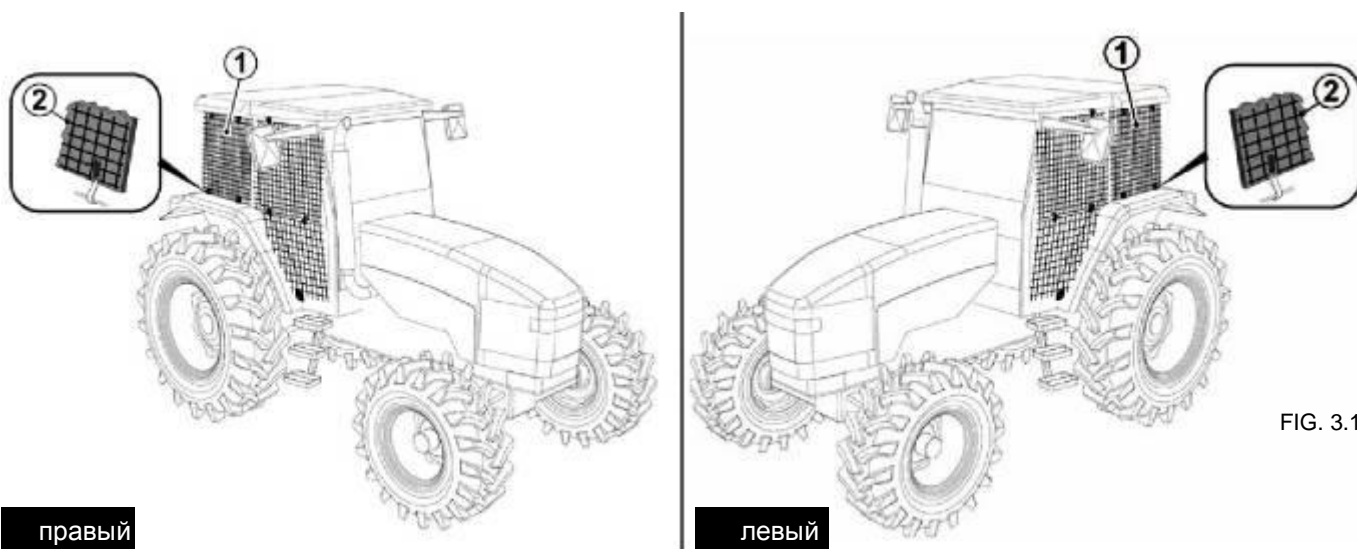

FIG. 3.1
- В целях защиты оператора от попадания случайных предметов, рекомендуется установить две защитные решетки на кабину трактора (1) с рабочей стороны, чтобы посторонние предметы не могли разбить стекло кабины и причинить вред оператору (РИС. 3.1).
- Рекомендуется установить листы поликарбоната толщиной 5 мм (2) или сплошные стальные листы толщиной 10 мм под защитные решетки (1). Они предохранят стекло кабины от повреждений при попадании в него мелких предметов (РИС. 3.1).